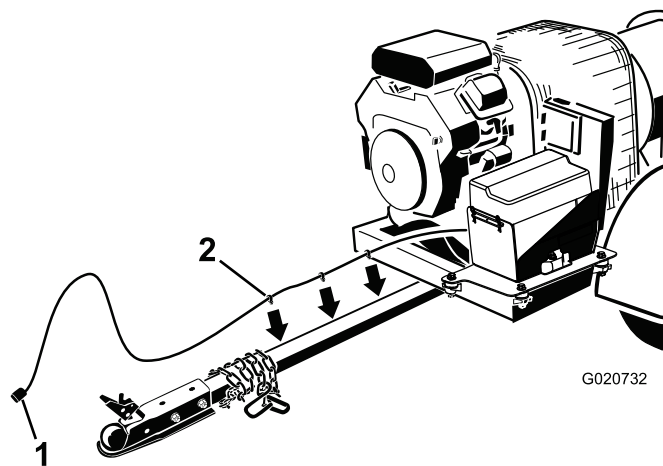

Figura 5
3. Pase el arnés de cables por el lado derecho de la barra del enganche (Figura 5).
4. Inserte los clips del arnés en los taladros del lateral de la barra del enganche para sujetar el arnés (Figura 5).